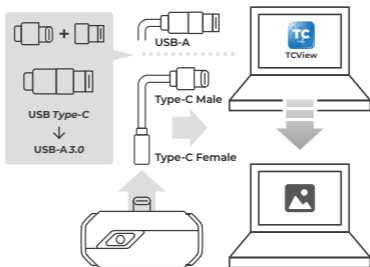

Figura 4.11
2. Conecta la cámara TC001 a una PC usando el cable adaptador suministrado (ver figura 4.11)